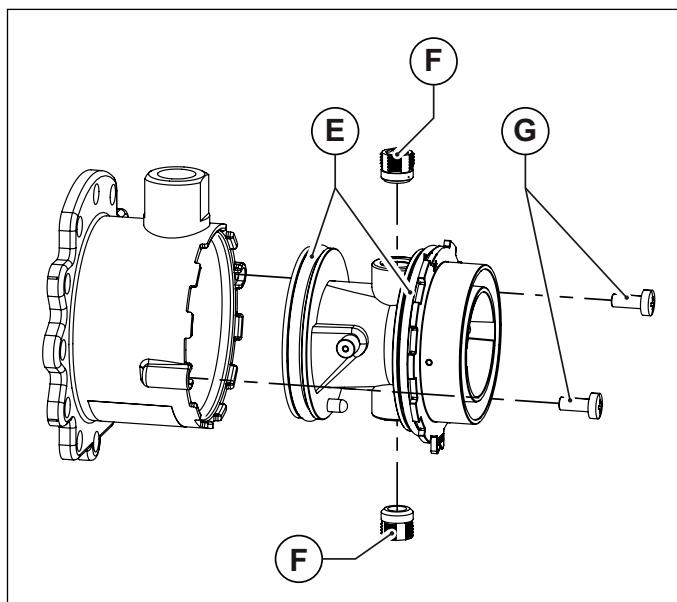

Fig. 34 Corpul din plastic al amestecătorului
- Desfaceți corpul din plastic al amestecătorului, deșurubând cele două șuruburi de fixare (vezi Fig. 34 Corpul din plastic al amestecătorului).
- Desfaceți cele două duze ale amestecătorului utilizând o cheie cu imbus de 6 mm (vezi Fig. 34 Corpul din plastic al amestecătorului).
- Montați din nou corpul din plastic (Venturi) introducându-l în amestecător și înșurubând șuruburile de fixare, având grija să nu deteriorați garniturile inelare montate la extremitățile corpului din plastic (vezi Fig. 34 Corpul din plastic al amestecătorului) și să respectați orientarea montajului (vezi Fig. 35 Orientare pentru montaj).
- Montați amestecătorul reasamblat la ventilator cu șuruburile cu imbus, având grija să reposiționați între amestecător și ventilator, garnitura inelară de etanșare (vezi Fig. 34 Corpul din plastic al amestecătorului).
- Montați din nou corpul din plastic (Venturi) introducându-l în amestecător și înșurubând șuruburile de fixare, având grijă să nu deteriorați garniturile inelare montate la extremitățile corpului din plastic (vezi Fig. 34 Corpul din plastic al amestecătorului) și să respectați orientarea montajului (vezi Fig. 35 Orientare pentru montaj).
- Montați amestecătorul reasamblat la ventilator cu șuruburile cu imbus, având grijă să repoziționați între amestecător și ventilator, garnitura inelară de etanșare (vezi Fig. 34 Corpul din plastic al amestecătorului).